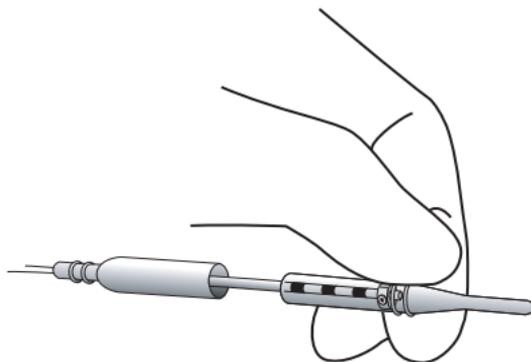

Figura 15. Segurar o bloco de ligação dos parafusos de fixação entre o polegar e dois dedos
4. Segure o bloco de ligação dos parafusos de fixação firmemente entre o polegar e dois dedos para impedir a rotação do mesmo (Figura 15).